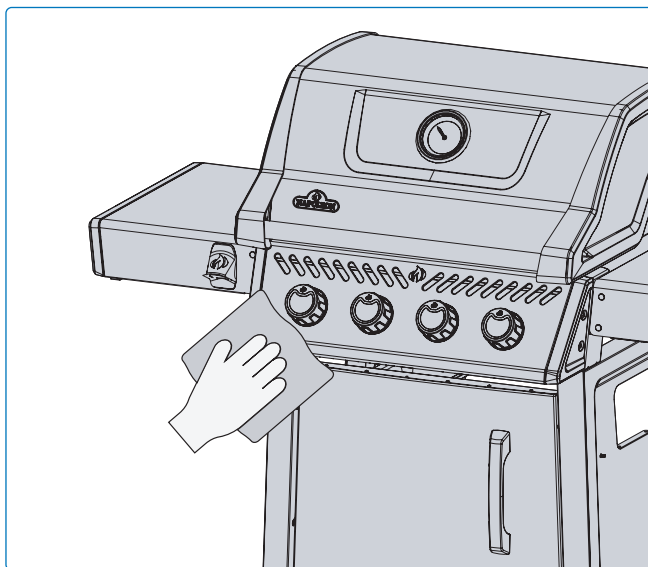

Abb. 24
- Edelstahlteile verfärben sich mit der Zeit durch Hitze und nehmen einen goldenen oder braunen Farbton an. Dies ist normal und beeinträchtigt die Grillleistung nicht (**Abb. 24**).